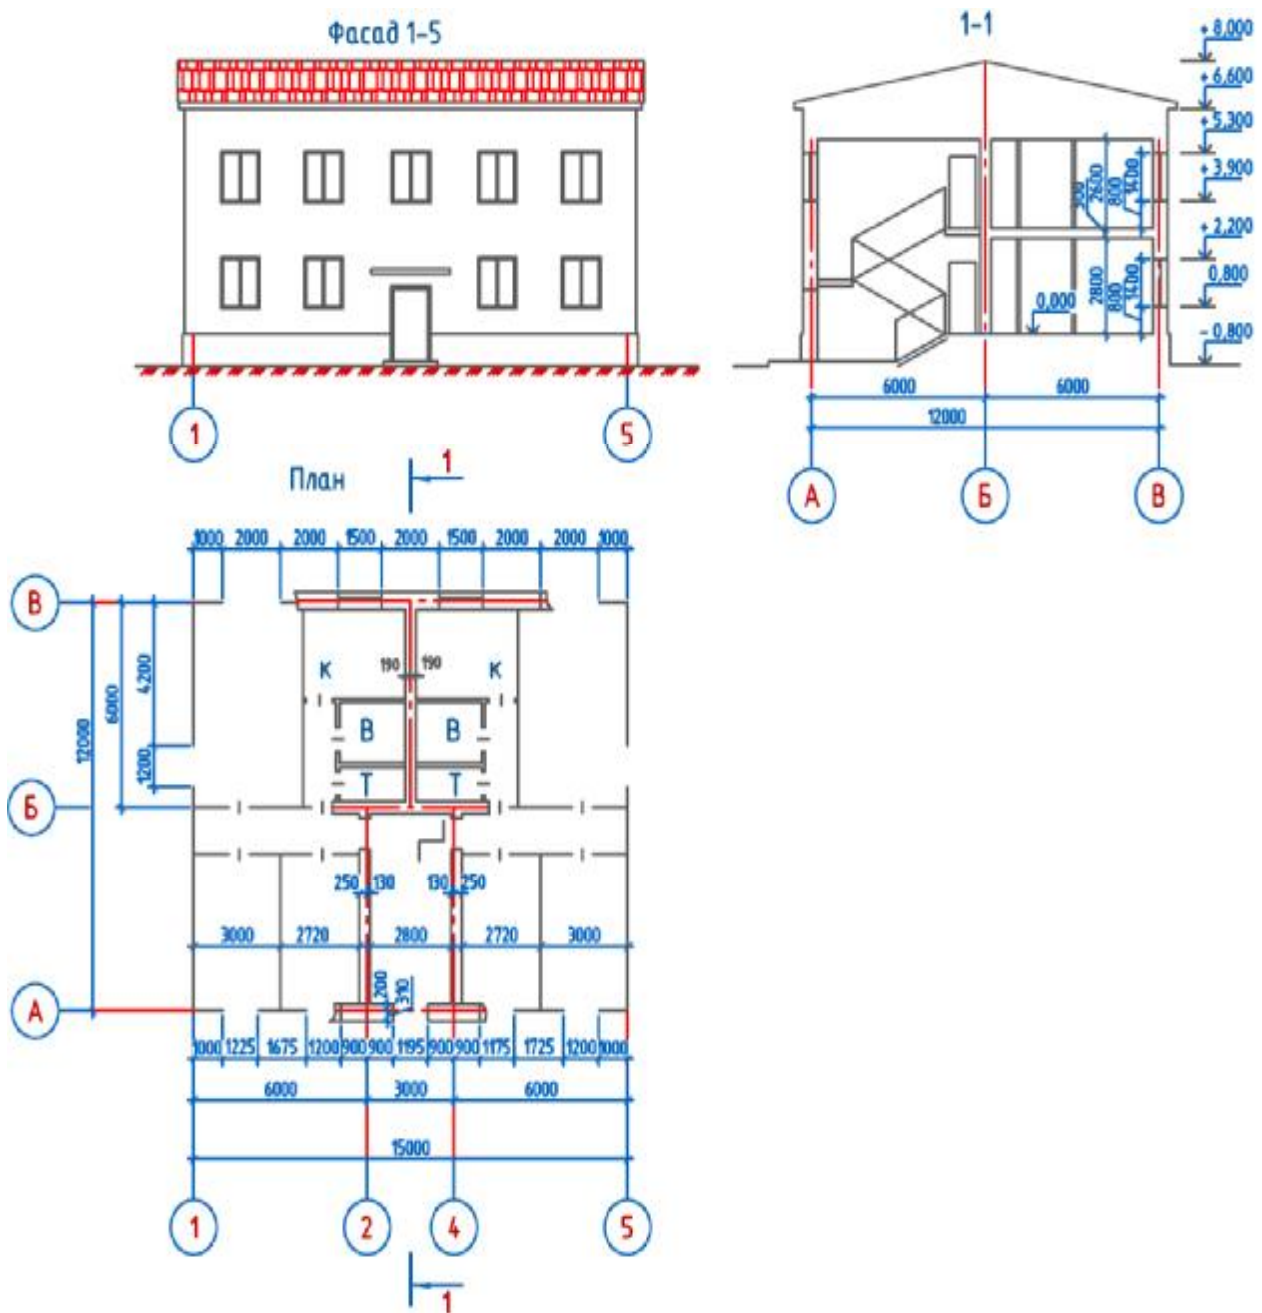

Рис. 7. Односекционный жилой дом
8. Выполнить план первого этажа в соответствии с рис. 7.